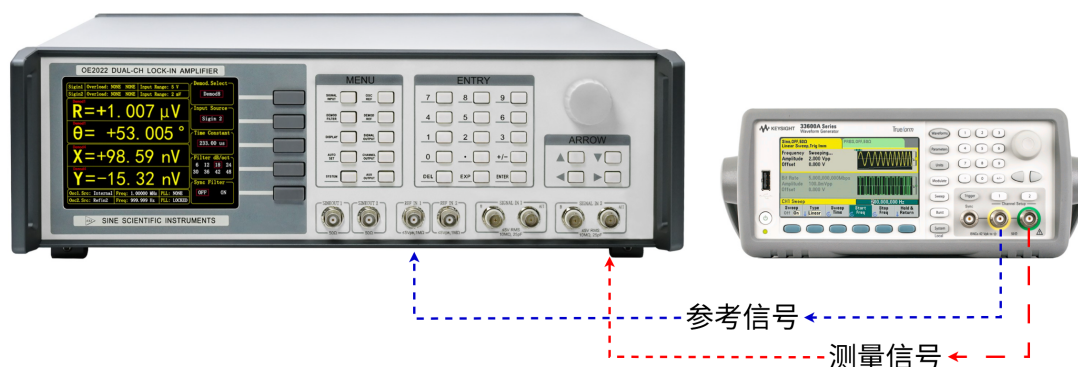

图 92. 信号线连接图
2. 用一条带 BNC 接头的信号线连接函数信号发生器的输出接口和 OE2022 前面板 SIGNAL IN 1 的 IN+ 接口，用另一条带 BNC 接头的信号线连接函数信号发生器的同步参考信号接口和 OE2022 前面板的 REF IN 1 接口，如图92所示：